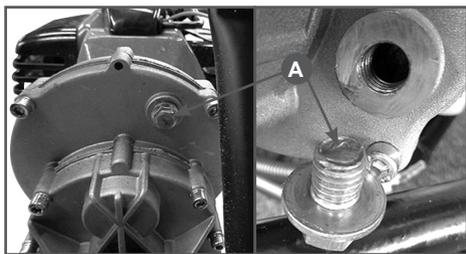

Рис. 2 Проверка наличия смазки
1. Выкрутите болт (А) под блоком редуктора и проверьте наличие смазки (Рис. 2). При необходимости добавьте 50-100 г универсальной смазки (CHAMPION EP-0) (Рис. 15).